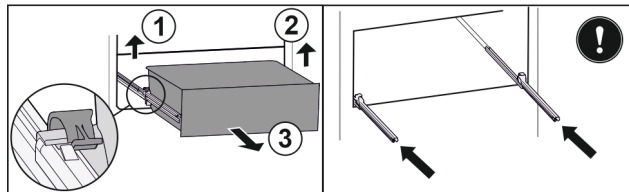

Fig. 90
- ▶ Podnieść lewy zacisk i wysunąć jednocześnie szufladę po lewej do przodu. Fig. 90 (1)
- ▶ Podnieść prawy zacisk i wysunąć jednocześnie szufladę po prawej do przodu. Fig. 90 (2)
- ▶ Wyjąć szufladę do przodu. Fig. 90 (3)